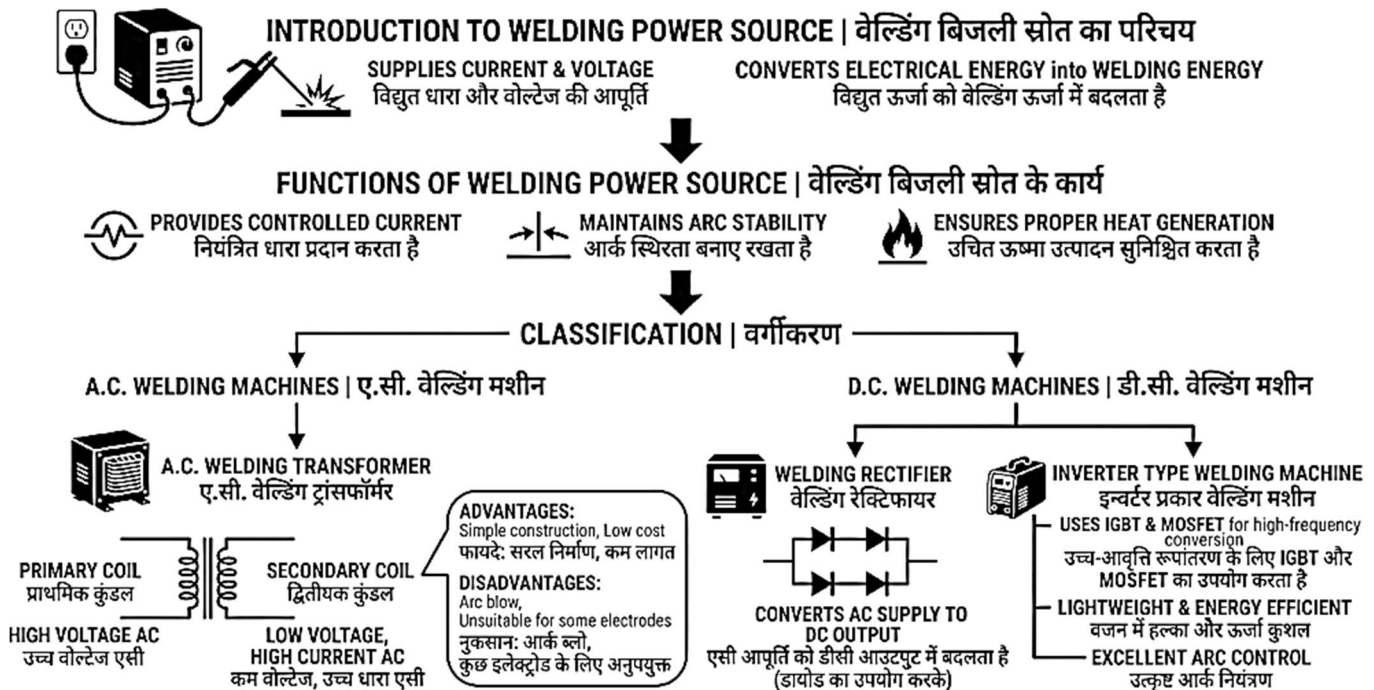

Fig. 2.1: Welding Power Sources and Classification | वेल्डिंग पावर स्रोत एवं वर्गीकरण
2.1.1 Introduction to Welding Power Sources (Fig. 2.1)
2.1.1 वेल्डिंग पावर स्रोत का परिचय (Fig. 2.1)